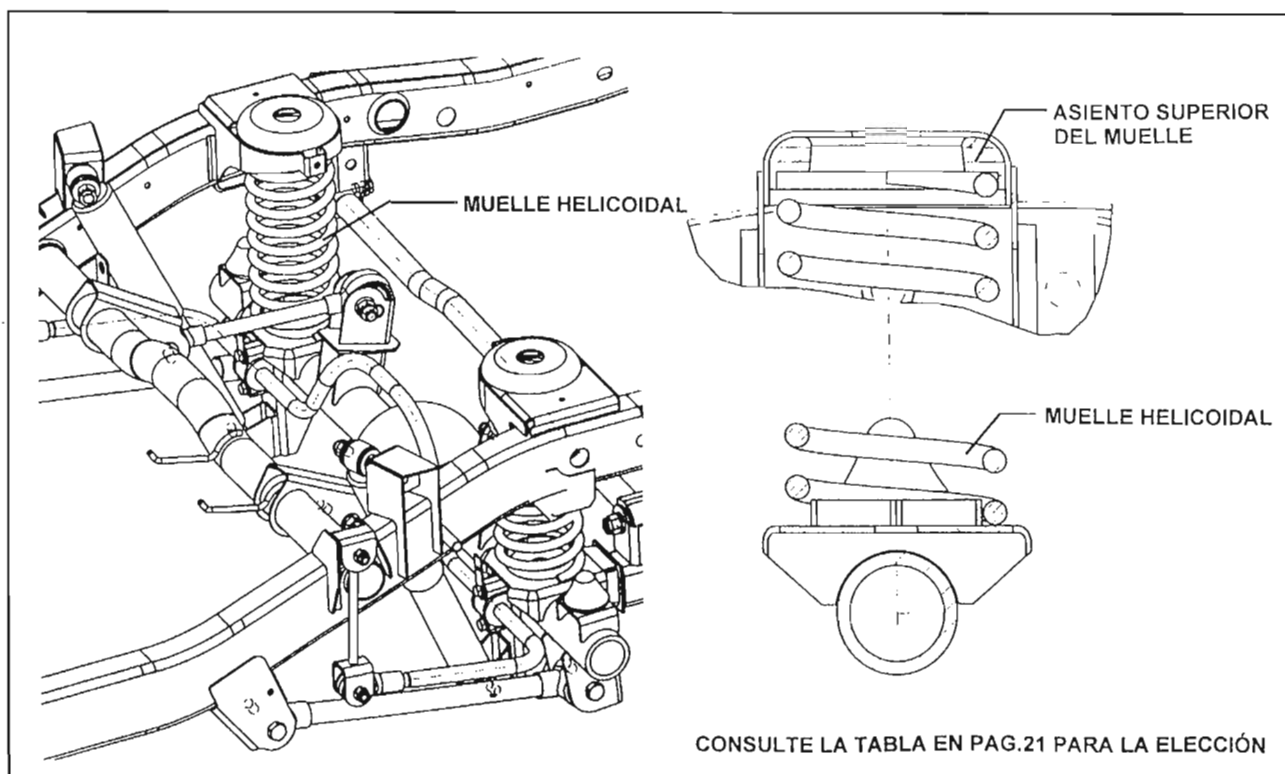

Fig.32 - Instalación del muelle helicoidal con el asiento del muelle
B) INSTALACIÓN DEL MUELLE HELICOIDAL TRASERO CON EL ASIENTO DEL MUELLE (Fig. 32)